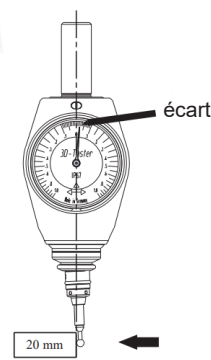

Fig. 7
- Lisez l'écart entre l'aiguille et l'échelle "0" du testeur 3D (Fig. 7).